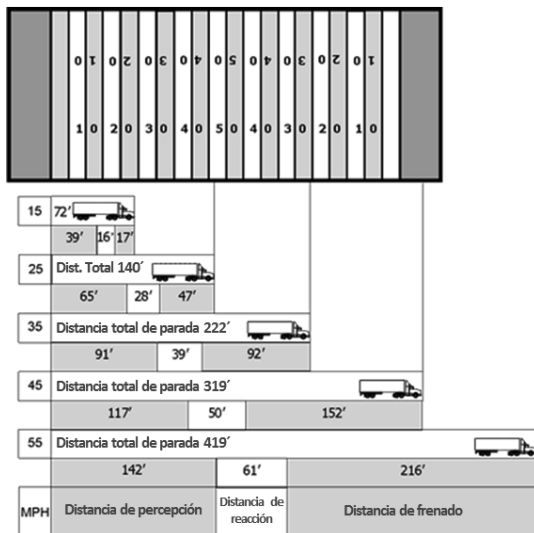

Figura 2.11
**Distancia total de parada.** Es la distancia mínima total que su vehículo recorrerá, en condiciones ideales; considerando todo, incluso la distancia de percepción, la distancia de reacción y la distancia de frenado, hasta que logra detener su vehículo completamente. A 55 mph, su vehículo recorrerá un mínimo de 419 pies. Ver la figura 2.11.